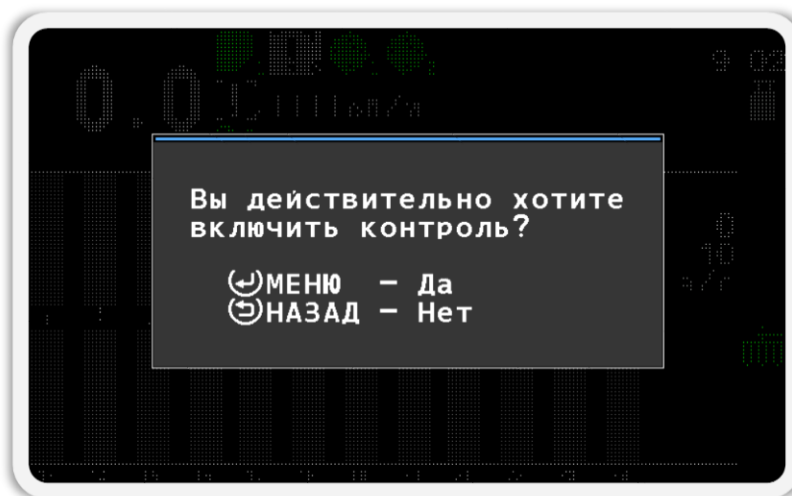

Рисунок 26 Окно запроса подтверждения
3. Включите контроль датчика. Для этого нажмите кнопку  «Плюс». В появившемся окне сообщения нажмите кнопку  «Меню» для подтверждения своих действий (см. Рисунок 26).